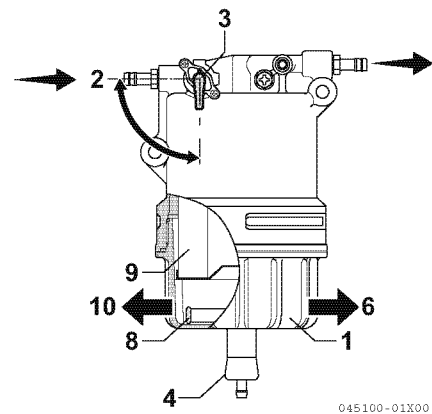

Abbildung 12
1. Einen zugelassenen Auffangbehälter unter die Tasse (1, **Abbildung 12**) des Wasserabscheiders setzen.
2. Kraftstoffventil (3, **Abbildung 12**) durch Drehen in (2, **Abbildung 12**) Position schließen.
3. Den Ablasshahn (4, **Abbildung 12**) lösen und das Kraftstofföl und weitere vermischte Substanzen auslaufen lassen. *Siehe Wasserabscheider entleeren auf Seite 74.*
4. Die Tasse (1, **Abbildung 12**) nach links drehen (10, **Abbildung 12**) und aus der Halterung nehmen. Falls ein Ablasssensor vorhanden ist, müssen zunächst die Kabel entfernt werden.
6. Den Schwimmerring (8, **Abbildung 12**) aus der Tasse bauen. Falls ein Ablasssensor vorhanden ist, ist kein Schwimmring vorhanden. Den Ablass in der Tasse zum vorgesehenen Behälter führen und wie zuvor festgelegt entsorgen.
11. Halterung in der Tasse befestigen. Mit einem Anzugsmoment von 27 – 33 N·m (2,8 – 3,4 kgf·m) nach rechts drehen (6, **Abbildung 12**). Immer mit der Hand anziehen.
13. Den Kraftstoffhahn (3, **Abbildung 12**) öffnen.